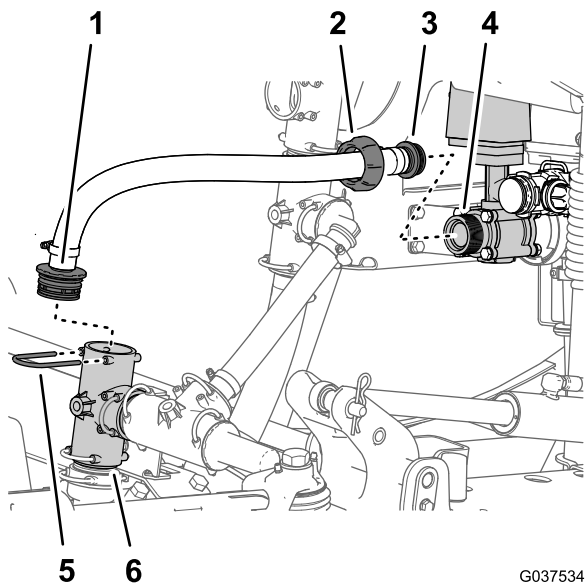

図 37
4. マスターコントロールバルブのねじ付きフィッティングについている、スプレーヤ給液ホースのフライナットを、完全にゆるめる 図 37。
5. スプレーヤ給液ホースのバープ付きストレートフィッティングをスプレーヤポンプのT字フィッティングに固定しているリテーナを取り外す 図 37。
6. 機体からスプレーヤ給液ホースを取り外す 図 37。